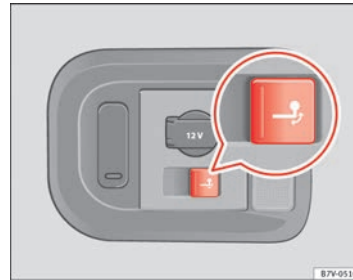

Abb. 158 Rechts im Gepäckraum: Taste zum elektrischen Schwenken des Kugelkopfs.
- Taste ⇒ **Abb. 158** kurz ziehen. Der Kugelkopf wird elektrisch entriegelt und schwenkt selbstständig heraus, die Kontrollleuchte in der Taste blinkt.
- Taste → **Abb. 158** kurz ziehen. Der Kugelkopf wird elektrisch entriegelt, die Kontrollleuchte in der Taste blinkt.